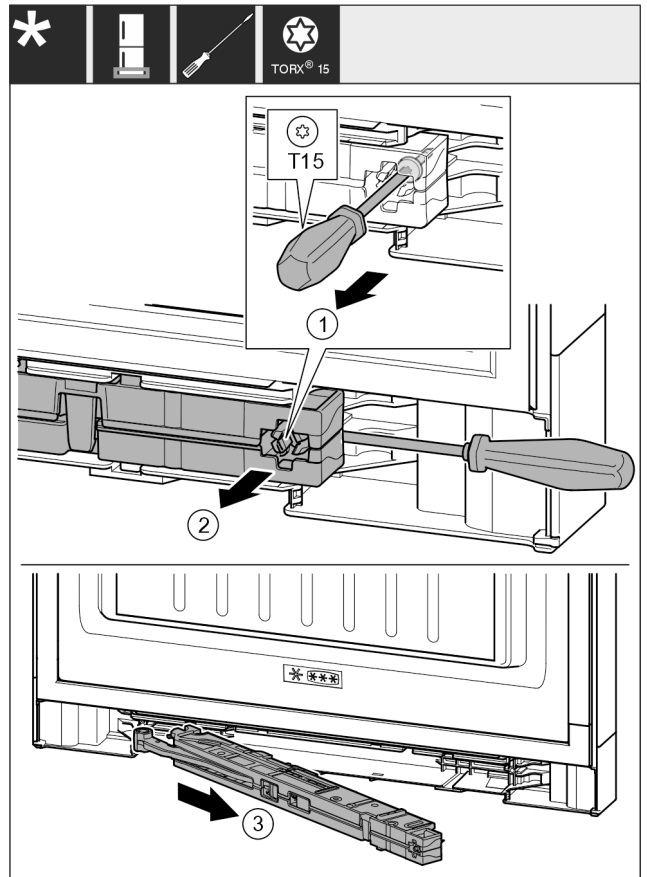

Fig. 20
- ▶ Schraube Fig. 20 (1) an Schließdämpfereinheit mit Schraubendreher 14 mm lösen.
- ▶ Schließdämpfereinheit Fig. 20 (2) griffseitig mit Schraubendreher nach vorne aushebeln.
- ▶ Schließdämpfereinheit Fig. 20 (3) herausziehen.